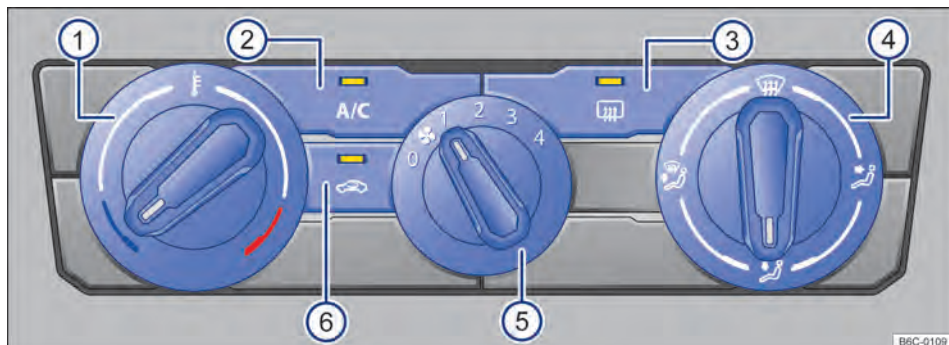

Fig. 83 Comandos do ar-condicionado.
- Girar o regulador do ventilador para o nível 0 → Fig. 83 ⑤.
- Pressionar o botão **A/C** → Fig. 83 ② para ligar e desligar o funcionamento da refrigeração.
- Girar o regulador rotativo esquerdo → Fig. 83 ①.
- Girar o regulador do ventilador → Fig. 83 ⑤.
- Pressionar o botão  → Fig. 83 ⑥.
- Girar o regulador da direita → Fig. 83 ④ para posição desejada.
- Girar o regulador direito para a posição  → Fig. 83 ④.
- Pressionar o botão  → Fig. 83 ③.